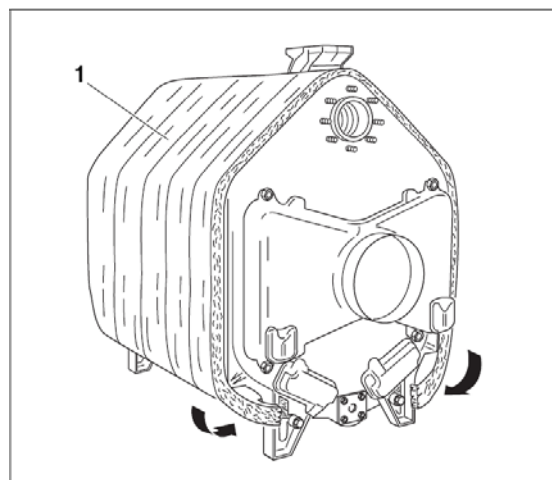
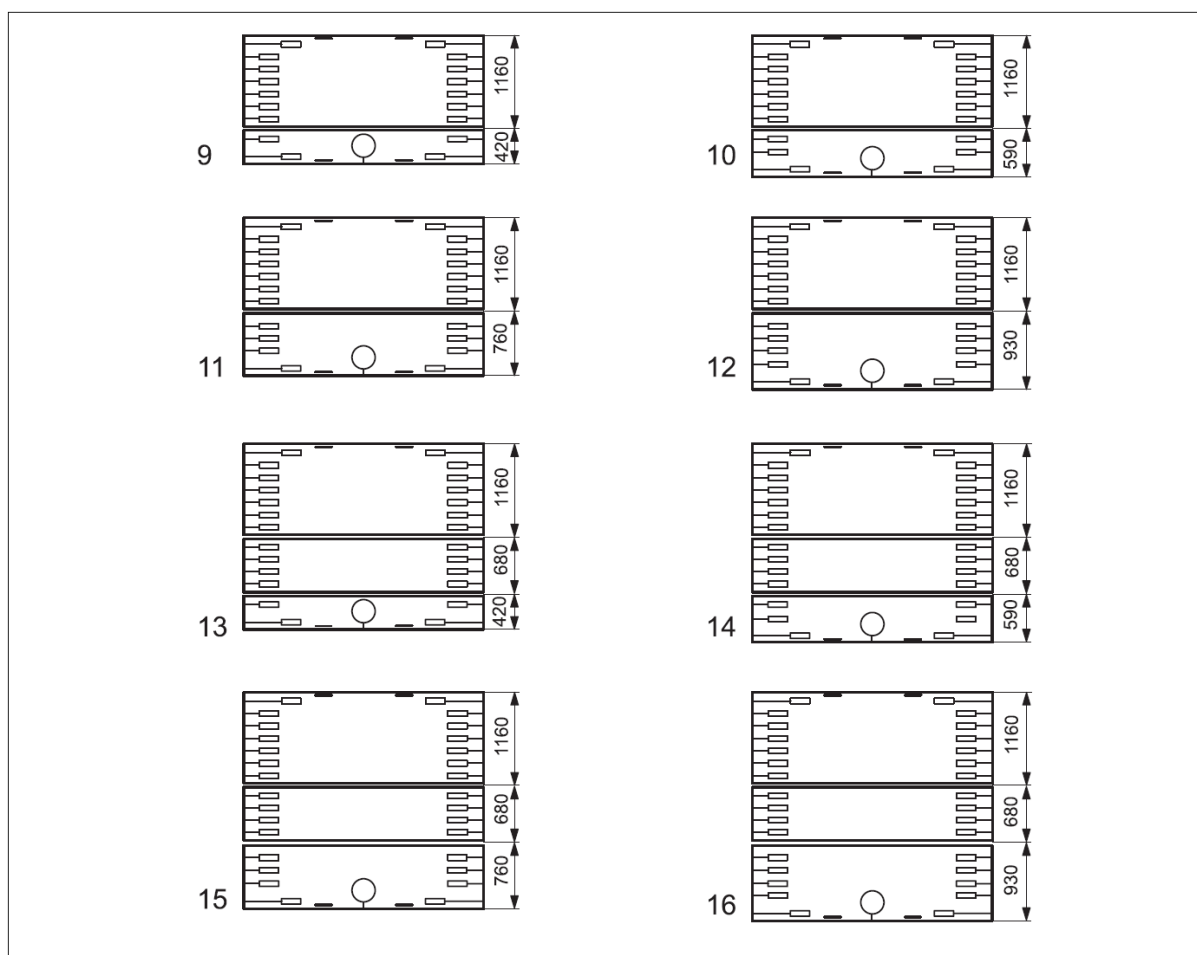

Fig. 34
Fig. 35
- Den medföljande isoleringen (Fig. 34, **pos. 1**) passar till pannstorleken. Isoleringen ska sättas på pannblocken med hänsyn till det i Fig. 35 visade schemat (siffrorna till vänster på de visade pannorna (sett ovanifrån) svarar till antalet pannsektioner).